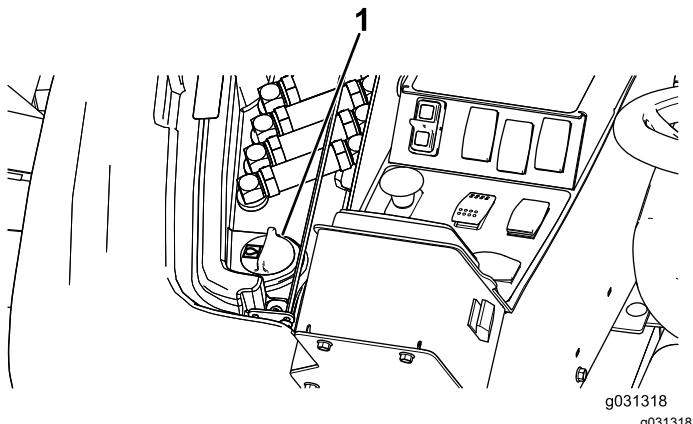

Bild 130
2. Heben Sie rechts an der Maschine die Abdeckung an, um den Hydraulikbehälterdeckel frei zu legen (Bild 130).
3. Reinigen Sie den Bereich um den Füllstutzen und den Deckel des Hydraulikbehälters (Bild 130).